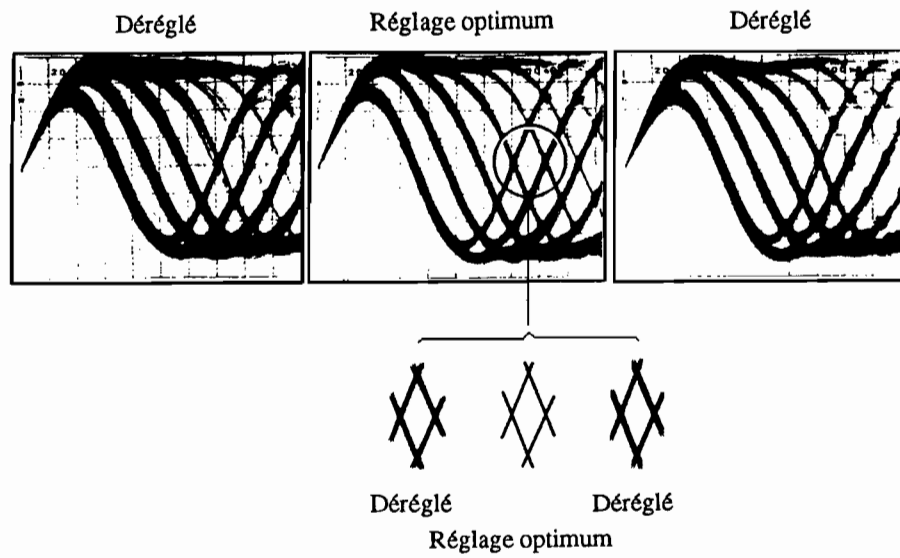

Figure 5 Motif en oeil
3. Ensuite, ajuster la vis d'inclinaison tangentielle à l'aide un tournevis Phillips, de façon que le motif en oeil (c'est-à-dire, le diamant au centre du signal RF) soit le plus clairement visible(Figure 5).